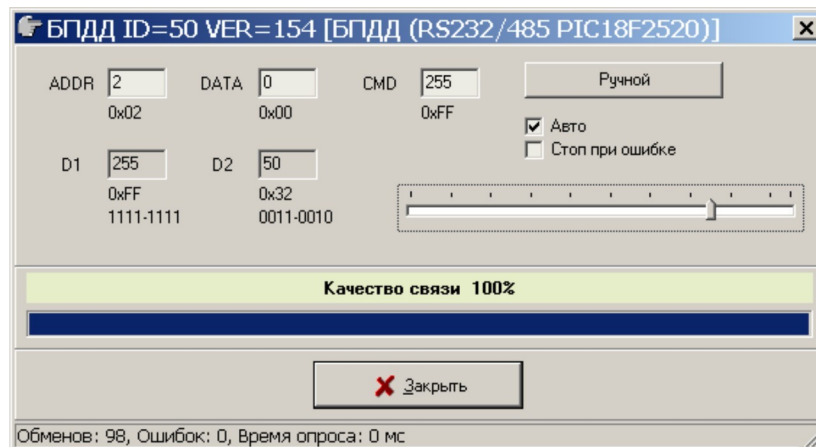

Рисунок 17
- 4) В открывшемся окне установить следующие параметры (рисунок 17):